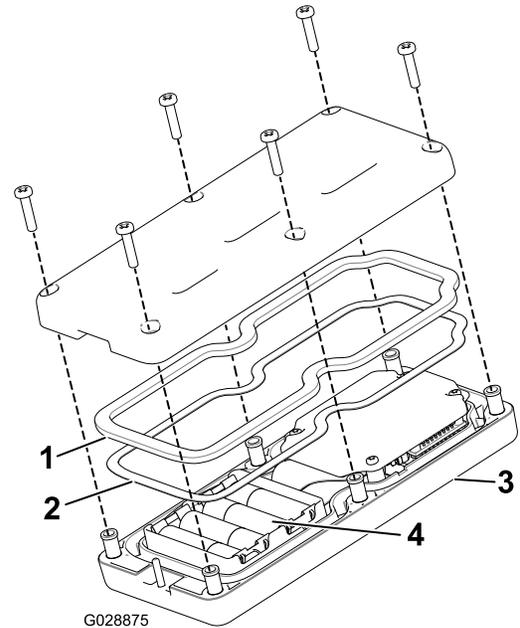

図 13
2. 新しい電池を入れる 向きに注意すること。電池を正しく入れないと、機械が損傷することはないが、操作ができない。電池を入れる箇所にはプラス・マイナスの表示がある 図 13。
3. スチール製のガスケットとゴム製のシールをリモートの溝にきちんとはめ、バックカバーを取り付ける (図 13)。
4. ねじ6本を使ってカバーを固定し 図 13、各ねじを 1.5 - 1.7 N·m 0.15-0.17 kg.m = 13 - 15 in-lb にトルク締めする。